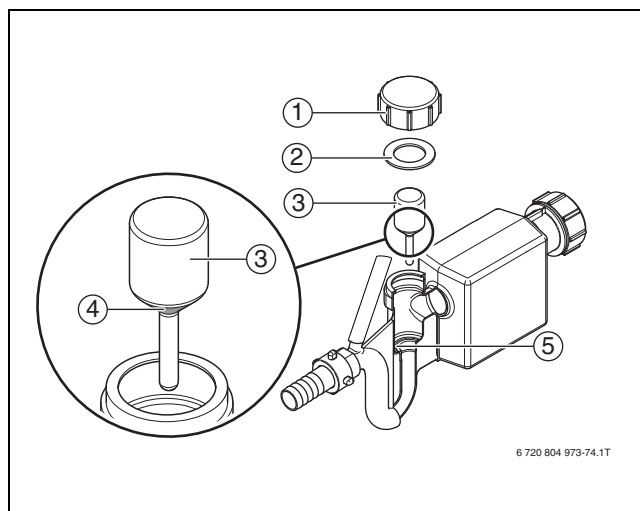
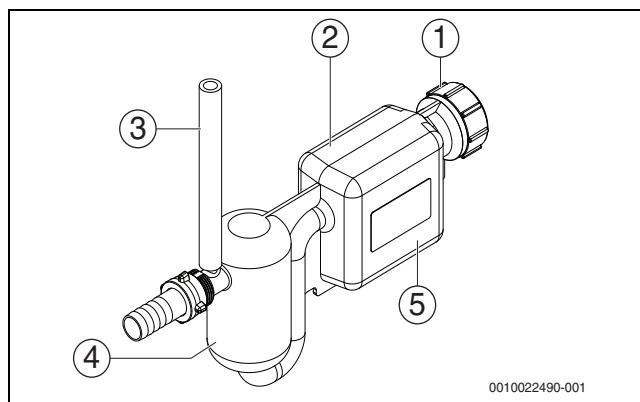
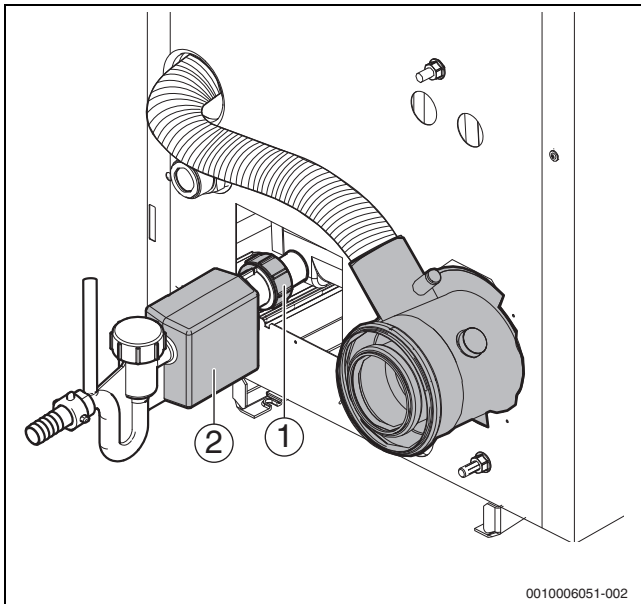

Bild 84 Siphon reinigen, Version 1
Bild 85 Siphon, Version 2
Bild 86 Kondensatwanne reinigen; dargestellt mit Siphon Version 1
Je nach Fertigungsstand können unterschiedliche Versionen des Siphons ausgeliefert oder montiert sein (→ Bild 84 und 85). Die Verwendung eines Siphons ohne Schwimmer (Version 2) ist nur in Verbindung mit einem am Kessel installierten Druckwächter zur Abgasüberwachung zulässig. Dieser Siphon darf auch im Ersatzteillfall ausschließlich für Kessel mit Druckwächter zur Abgasüberwachung eingesetzt werden.
- Verschraubung am Anschlussstutzen der Kondensatwanne [1] lösen und Siphon [2] abnehmen (→ Bild 86).
- Siphon (→ Bild 84) an den Anschlussstutzen der Kondensatwanne (→ Bild 86) schrauben.
- Siphon (→ Bild 85; Ausgleichsvolumenbehälter [4] und Schmutzauffangbehälter [5]) mit Wasser befüllen.
- Siphon (→ Bild 85) an den Anschlussstutzen der Kondensatwanne (→ Bild 86) schrauben.
- Über den Entlüftungsschlauch (→ Bild 85, [3]) Wasser nachfüllen und dabei sicherstellen, dass der Siphon vollständig mit Wasser gefüllt ist.
Je nach Fertigungsstand können unterschiedliche Versionen des Siphons ausgeliefert oder montiert sein (→ Bild 84 und 85). Die Verwendung eines Siphons ohne Schwimmer (Version 2) ist nur in Verbindung mit einem am Kessel installierten Druckwächter zur Abgasüberwachung zulässig. Dieser Siphon darf auch im Ersatzteilfall ausschließlich für Kessel mit Druckwächter zur Abgasüberwachung eingesetzt werden.